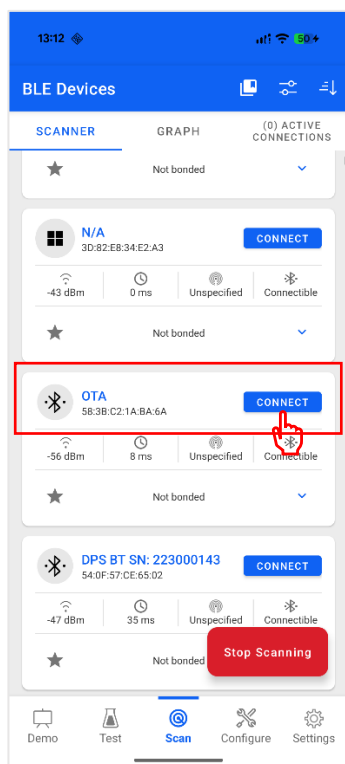

Рис. 8.3 Si Connect
- 4) Запустите приложение **Si Connect** (рис. 8.3).